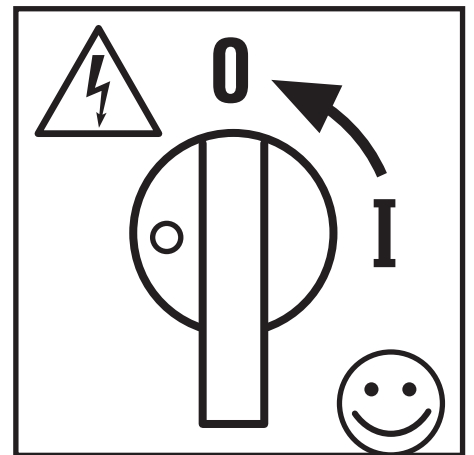

Fig.: 12
1. Externen Netzschalter einplanen (Fig.: 12) um die Anlage jederzeit spannungsfrei schalten zu können.